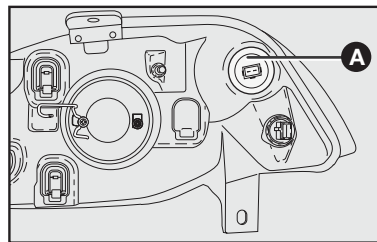

fig. 23
- 2) Retirar o porta-lâmpadas **A**—fig. 23 girando-o no sentido anti-horário.